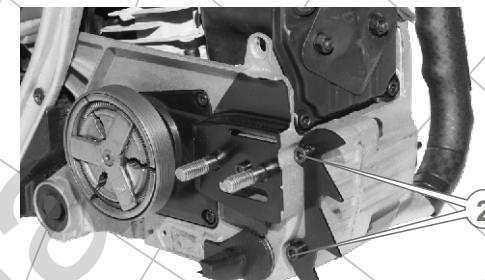

Рис. 4
5. Установите на передней части корпуса зубчатый упор (1) и зафиксируйте его двумя винтами (2), используя шестигранный ключ 4 мм (см. рис. 4).